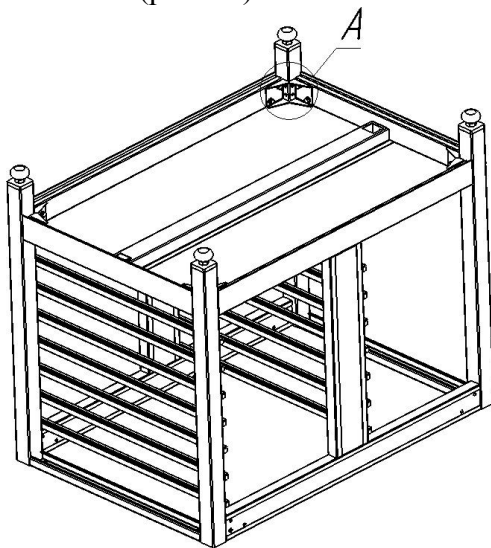

Рис. 4
2.3.4. Собранный конструкцию поставить, как показано на рис. 4. Установить балки продольные 5. Соединить их с кронштейнами боковых стенок 1 и 2 посредством болтов 14, шайб 16 и пружинных шайб 17 (рис. 4а).
Рис. 4а